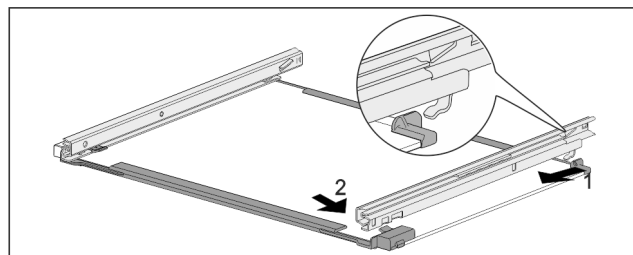

Fig. 82 Steklена plošča z vodili
- ▶ Vodilo obesite na kavelj na zadnji strani. Fig. 82 (1)
- ▶ Vodilo zaskočite na sprednji strani. Fig. 82 (2)